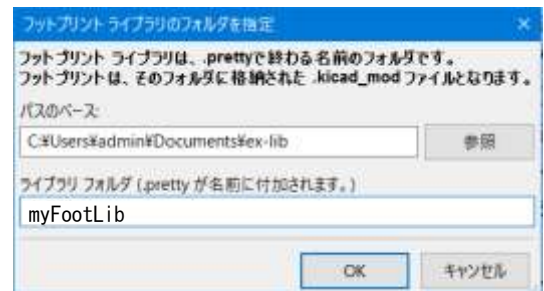

図 14-7
(6) 保存
- ① メニューバー「ファイル」→「フットプリントを新規ライブラリに保存」と進みます。
- ② パスのベースを ex-lib フォルダ、ライブラリ フォルダを myFootLib として保存します。右図 14-7